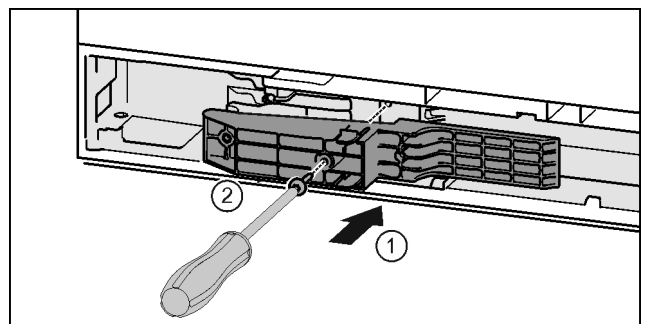

Fig. 45 *
- ▶ Rankenos pusėje įstatykite adapterį į angą. Fig. 45 (1)*
- ▶ Tvirtai prisukite varžtus atsuktuvu T15. Fig. 45 (2)*